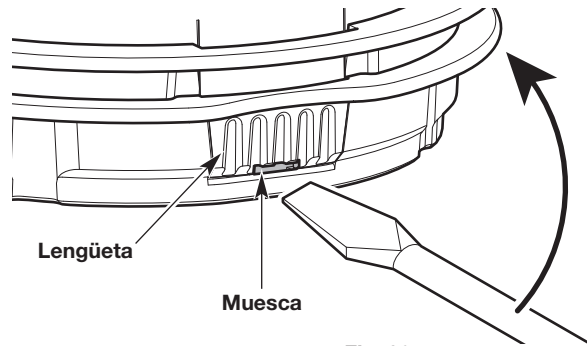

Fig. 30
- a. Inserte un destornillador de cabeza plana en la ranura de la lengüeta (Fig. 30).
- b. Inclínele levemente el destornillador hacia arriba y sosténgalo en el lugar (Fig. 30).